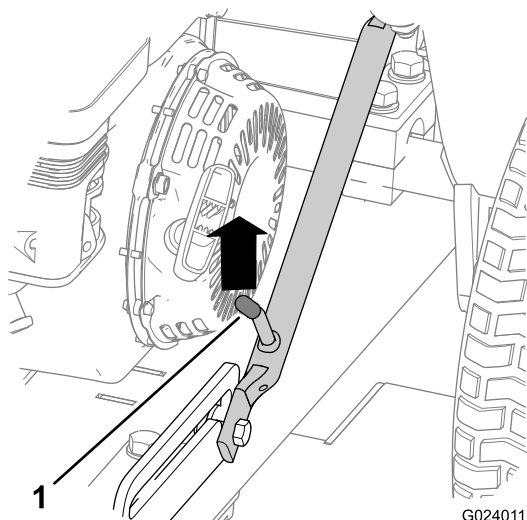

Figura 7
4. Empurre a estrutura de engate até desbloquear a alavanca de trinco do bloqueio de desliz (Figura 7).